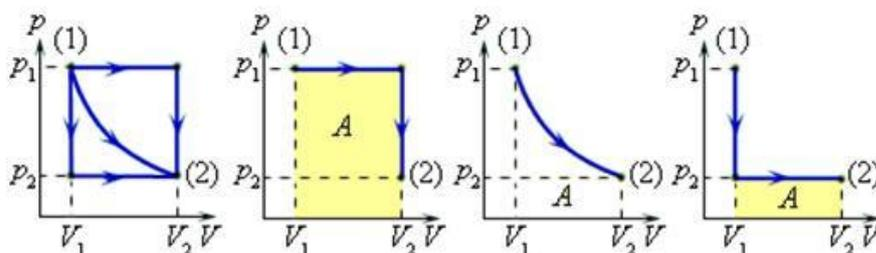

Рисунок 2.
Величина работы зависит от того, каким путем совершался переход из начального состояния в конечное. На рис. 2 изображены три различных процесса, переводящих газ из состояния (1) в состояние (2). Во всех трех случаях газ совершает различную работу.
Процессы, изображенные на рис. 2, можно провести и в обратном направлении; тогда работа A просто изменит знак на противоположный.